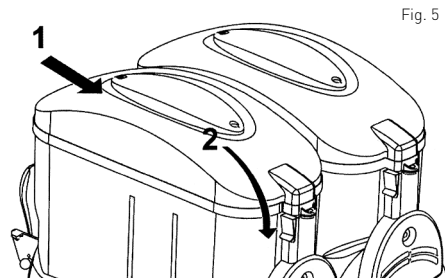

Fig. 5
- După ce ați turnat/reumplut vasul (2) cu ingredient alimentar, închideți capacul (1) din partea de sus a vasului (2). Vezi Fig. 5.